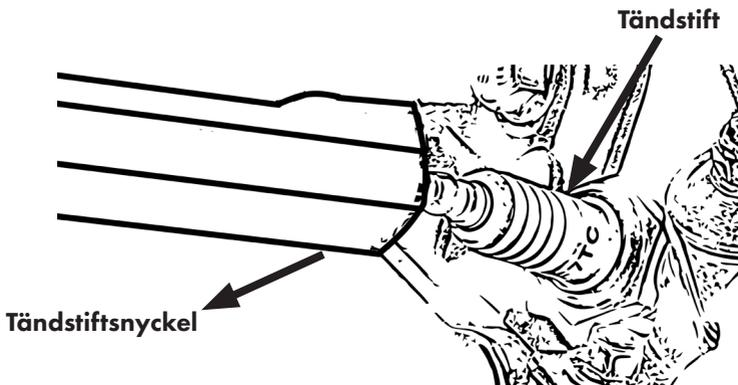

Bild 16
- Ta bort tändstiftslocket och lossa tändstiftet med hjälp av tändstiftsnyckeln, Fig. 16.